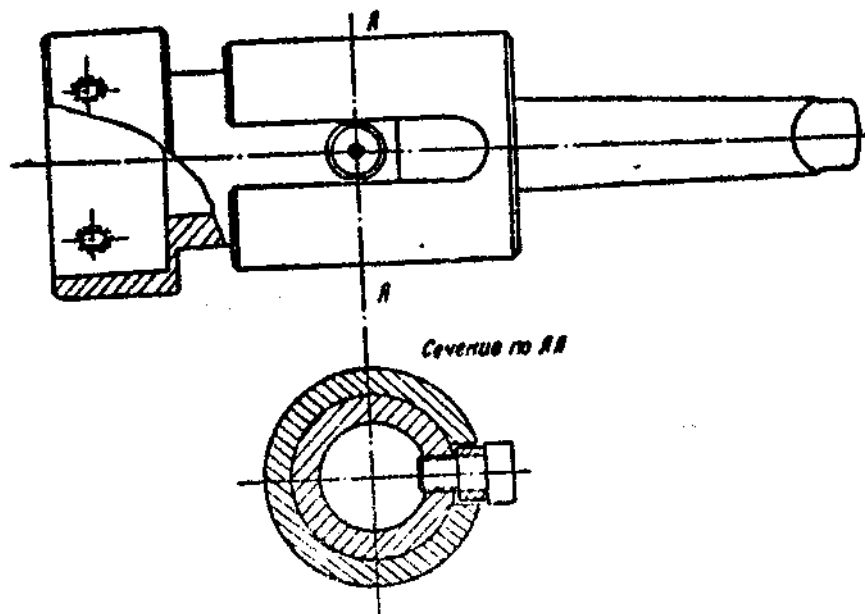

Рис. 3
2. Для обеспечения легкого самозатягивания по резьбе рекомендуется применять специальную выдвижную державку, показанную на рис. 3.